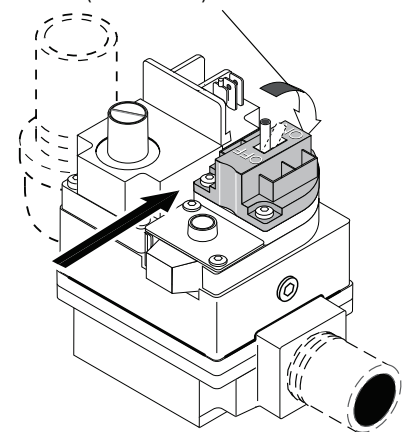

Figura 37.
6. **Válvula de Palanca:** Tire la palanca hacia usted para apagar el gas, ver Figura 37.
7. Espere cinco (5) minutos para sacar cualquier gas. Si luego le huele a gas, ¡DETENGASE! Siga el paso “B” de las instrucciones “Antes de Encender” (página 42). Si no le huele a gas, vaya al siguiente paso.
4. **Válvula de Palanca:** Tire la palanca hacia usted para apagar el gas, ver Figura 37.